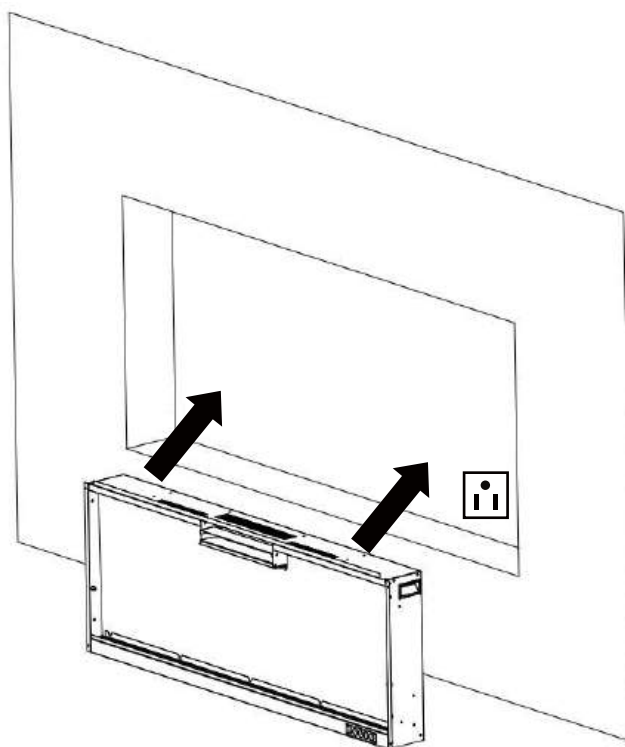
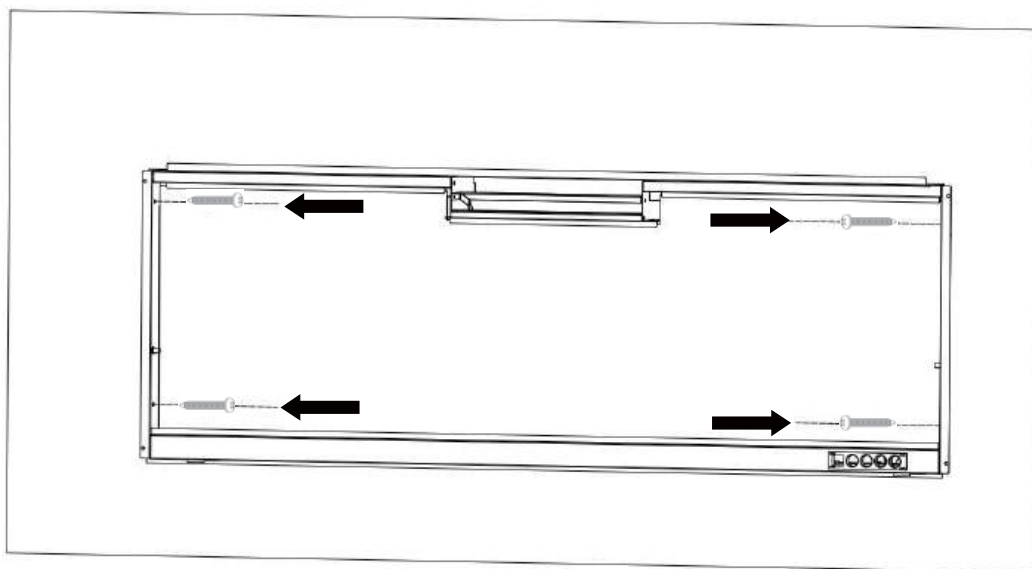

Fig. 2-3
Fig. 2-4
E. Demandez à deux personnes adultes de soulever le foyer et de l'insérer dans le cadre d'encastrement, puis de le fixer en installant 4 vis à bois (**B**) dans les trous (**Fig. 2-3, Fig 2-4**).